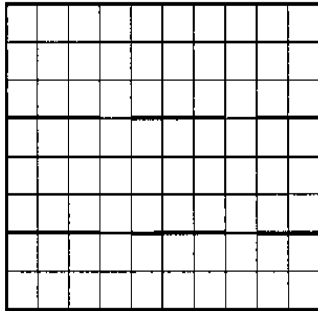
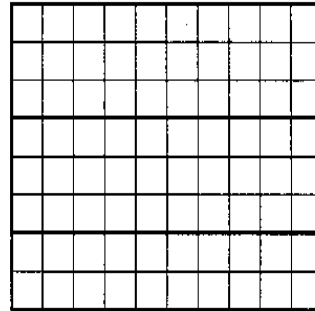

Рисунок 5.3
Рисунок 5.4
8.1 Установите режим работы канал 1 и канал 2, переключатель время/дел в положение 0,5 сек/дел...5 мсек/дел, нажмите кнопку «СНОР» будет виден прерывистый след развертки как показано на рис.5.3 Переключатель время/дел в положение 2 мсек/дел...0,1 мсек/дел, отожмите кнопку «СНОР» будет виден непрерывный след развертки как показано на рис.5.4.